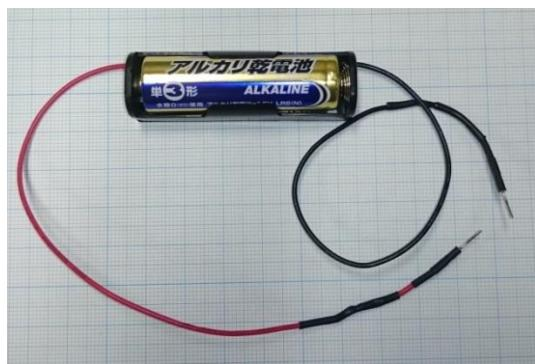
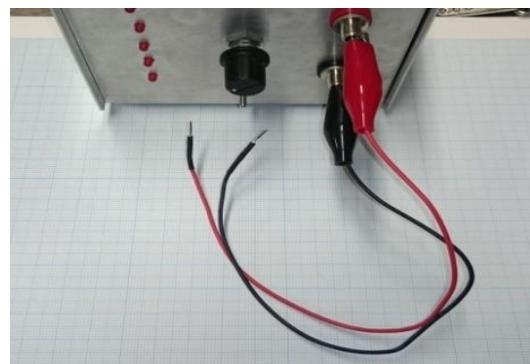

図 3.1
図 3.2
- ・ 図 3.1 や図 3.2 のような状態(少しの衝撃や接触でショートする状況)にしないこと。